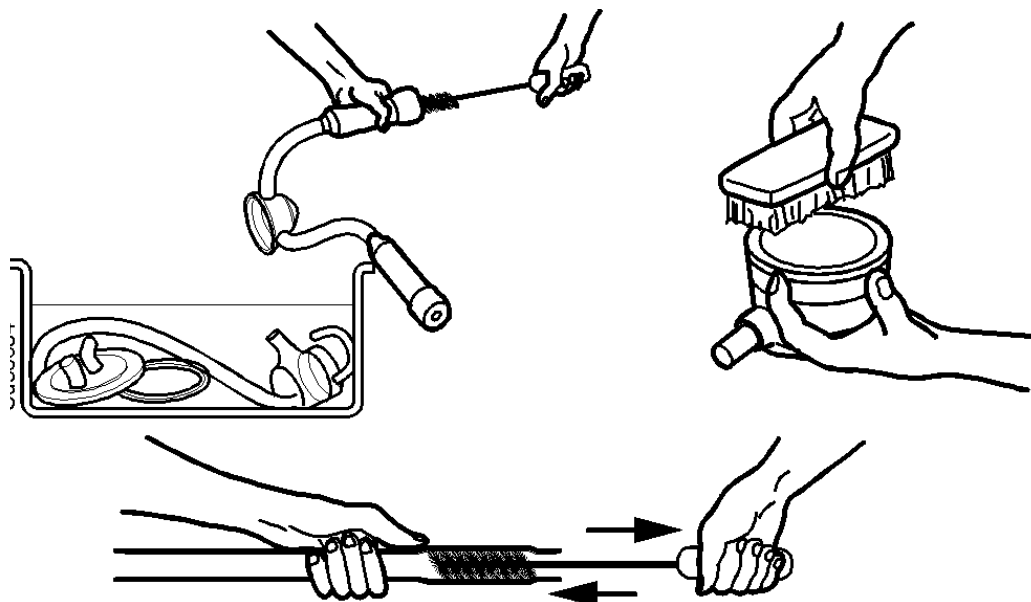

Рисунок 19 – Промивка шлангів і окремих частин доїльної установки
6.4.2.6 При промиванні шлангів і доїльних стаканів рекомендується періодично застосовувати йоржі, які включаються в комплект поставки за замовленням споживача (рис. 19).
8.3 Миття розібраного доїльного обладнання проводити не менше одного разу у 10 днів. Промивка шлангів і окремих частин доїльної установки приведено на рис. 19.